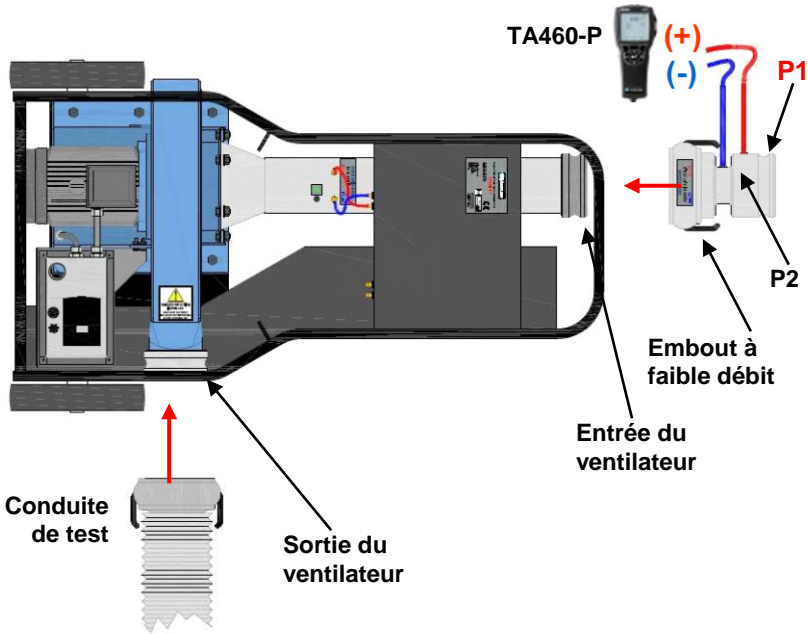

Figure 5
Fixer l'embout à faible débit à la conduite d'entrée du ventilateur (Figure 5).
1. Fixer la conduite de test à la sortie du ventilateur (Figure 1 et Figure 5).
2. Connecter le TA460-P (+) et (-) à la grille de circulation **P1(+)** et **P2(-)** (Figure 5).